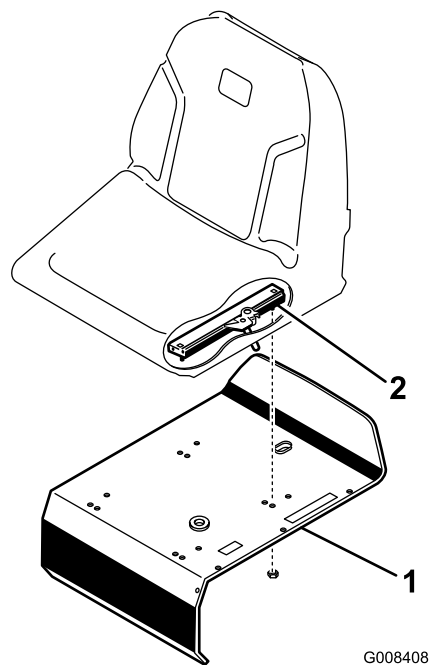

図 3
- 付属部品に入っているロックナット5/16"を使って、シートスライドをシートサポートに固定する図 3。